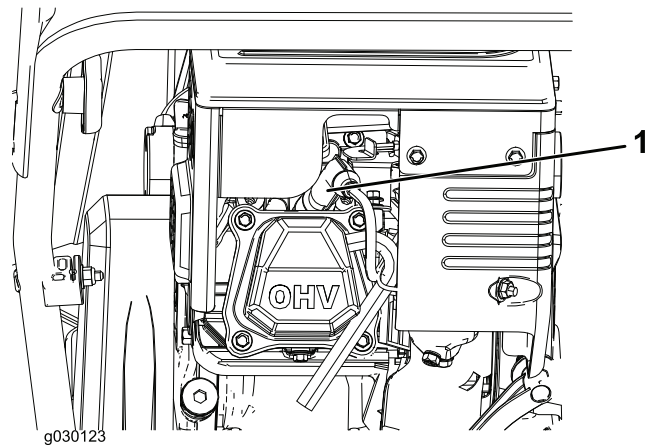

Figure 23
1. Enlevez le capuchon (Figure 23).